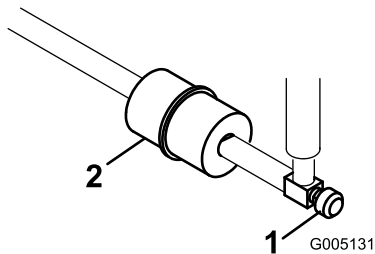

図 38
燃料フィルタはインライン・タイプで、燃料タンクとキャブレタの間に設置してあります(図 38)。800 時間ごと、又は燃料の流れが悪くなれば交換してください。フィルタに付いている矢印をエンジンの方に向けて取り付けてください。
1. 燃料バルブを閉じ、フィルタのキャブレタ側についているホース・クランプをゆるめ、燃料ラインからフィルタを外す(図 38)。
2. フィルタの下に容器を置き、もう一方のクランプも外してフィルタを取り出す(図 38)。